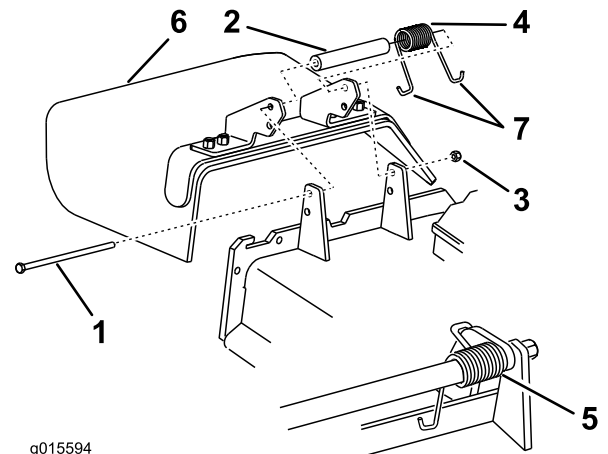

Figura 90
1. Retire la contratuerca, el perno, el muelle y el espaciador que sujetan el deflector a los soportes de pivote (Figura 90).
2. Retire el deflector de hierba dañado o desgastado (Figura 90).
Nota: Asegúrese de colocar un extremo con gancho en J del muelle detrás del reborde de la carcasa antes de instalar el perno, según se muestra en Figura 90.
6. Coloque 1 extremo en J del muelle alrededor del deflector de hierba (Figura 90).